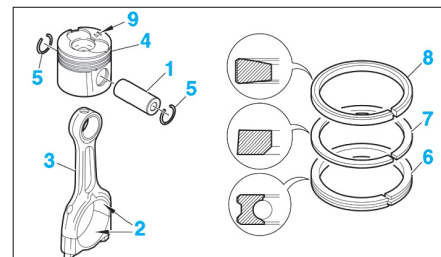

FIG. 79
- Effectuer l'assemblage de chaque ensemble bielle-piston, en huilant les axes (1) et les demi-coussinets (2) dans la tête de bielle (3). Utiliser des joncs d'arrêt neufs (5) (Fig.79).
- Monter les segments huilés sur les pistons (4) en commençant par le segment racleur (6) puis celui d'étanchéité (7) et enfin le segment coup de feu (8) en plaçant les marquages "Top" vers la tête du piston. Tiercer les segments à 120°, en les décalant par rapport à l'axe de piston et à la coupe du segment racleur.